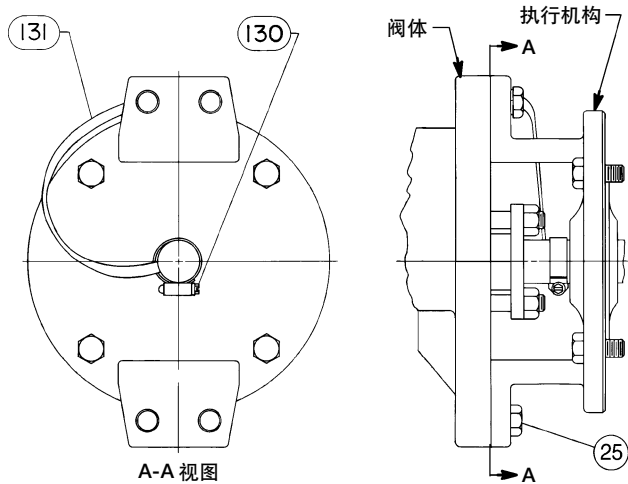

图6. 可选的阀轴至阀体连接带组件
4. 用夹子（图6，件130）将连接带组件（图6，件131）连接固定到阀轴上。